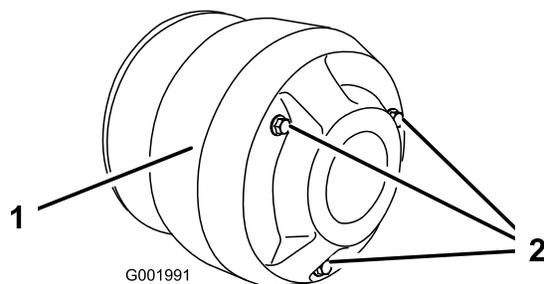

図 54
4. クラッチ・カバーのボルト (3本) を外してカバーを取る (図 54)。